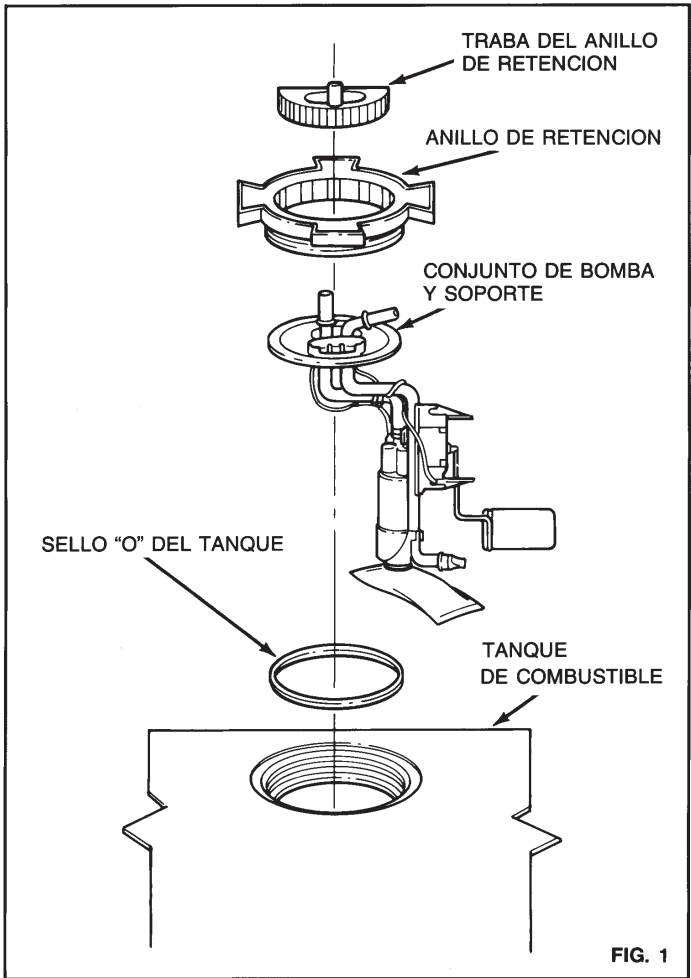

FIG. 1
B) El soporte de la bomba de combustible está sujeto en su posición por un anillo de retención con rosca exterior, este anillo se mantiene en su lugar por medio de un retén de goma (ver fig. 1). Antes de intentar de retirar el anillo de retención se debe de quitar el retén.